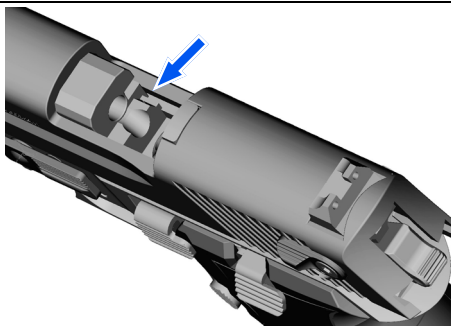

Abb. 6
5. Prüfen (visuell und manuell mit einem Hilfsmittel), ob die Patrone ausgeworfen wurde und sich keine Patrone im Patronenlager befindet (siehe Abb. 6).
3. Kontrollieren (visuell und manuell mit einem Hilfsmittel), dass sich keine Patrone im Patronenlager befindet (siehe Abb. 6).